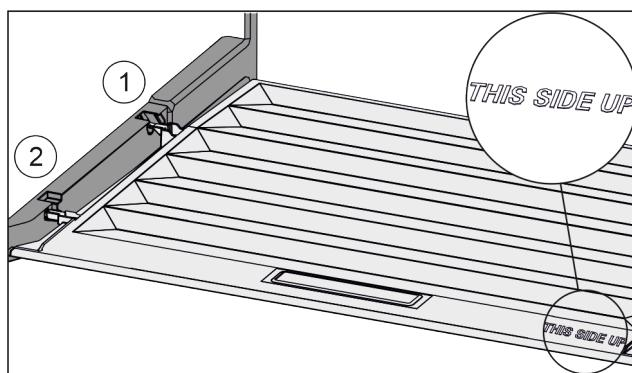

Fig. 39
- Výstupky veka zavedte cez otvor zadného držiaka Fig. 39 (1) a zaistite vpred v držiaku Fig. 39 (2).